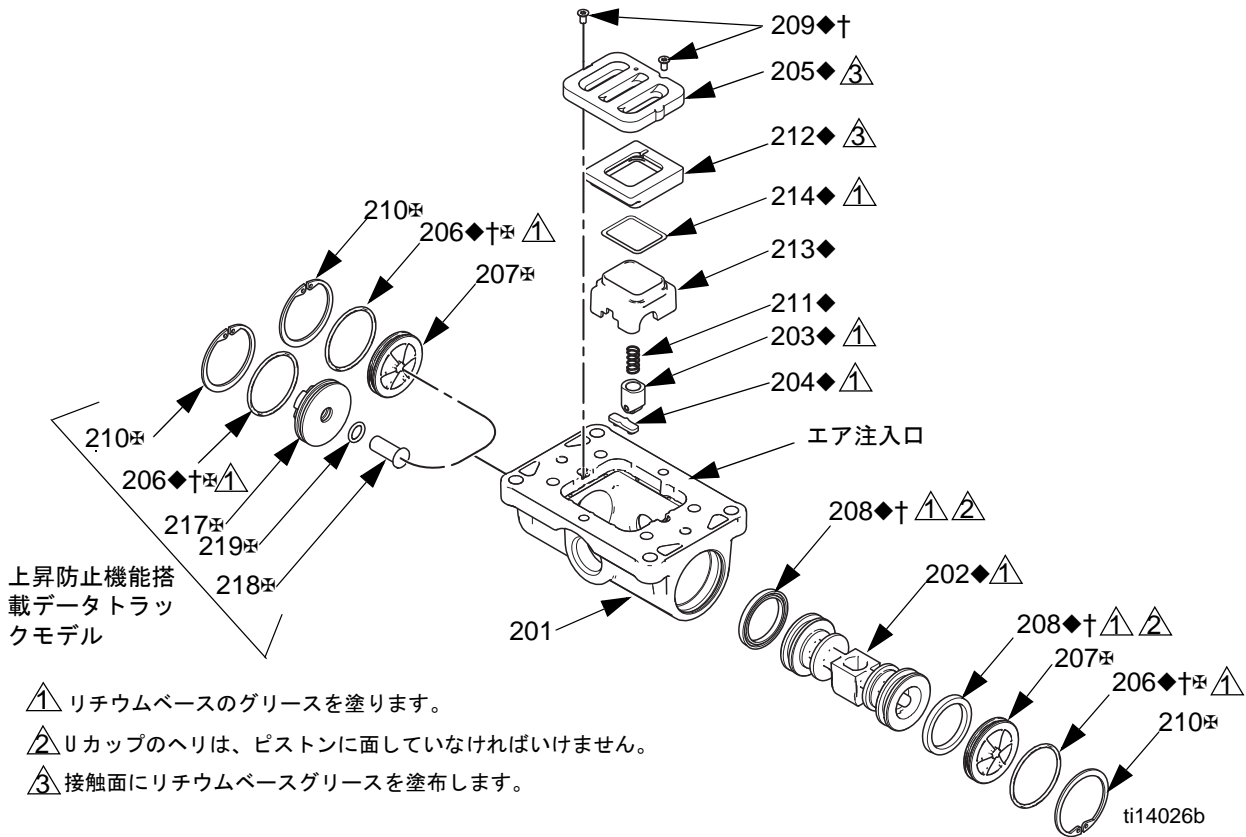

図 4. エアバルブアセンブリ
2. 図 4 を参照してください。Torx スクリュードライバー（アルミニウム製センターは T8、プラスチック製センターは T9）を使って、ネジ（209）を 2 個外します。バルブプレート（205）、カップアセンブリ（212-214）、スプリング（211）、および戻り止めアセンブリ（203）を取り外します。
4. 図 4 を参照してください。エアバルブの各端から、保持リング（210）を取り外します。ピストン（202）を使って、末端から末端キャップ（207、217）を押します。エンドキャップ O リング（206）を取り外します。ポンプモデルが、上昇防止ソレノイドを搭載している場合は、ソレノイド開放ボタン（218）および O リング（219）も取り外します。